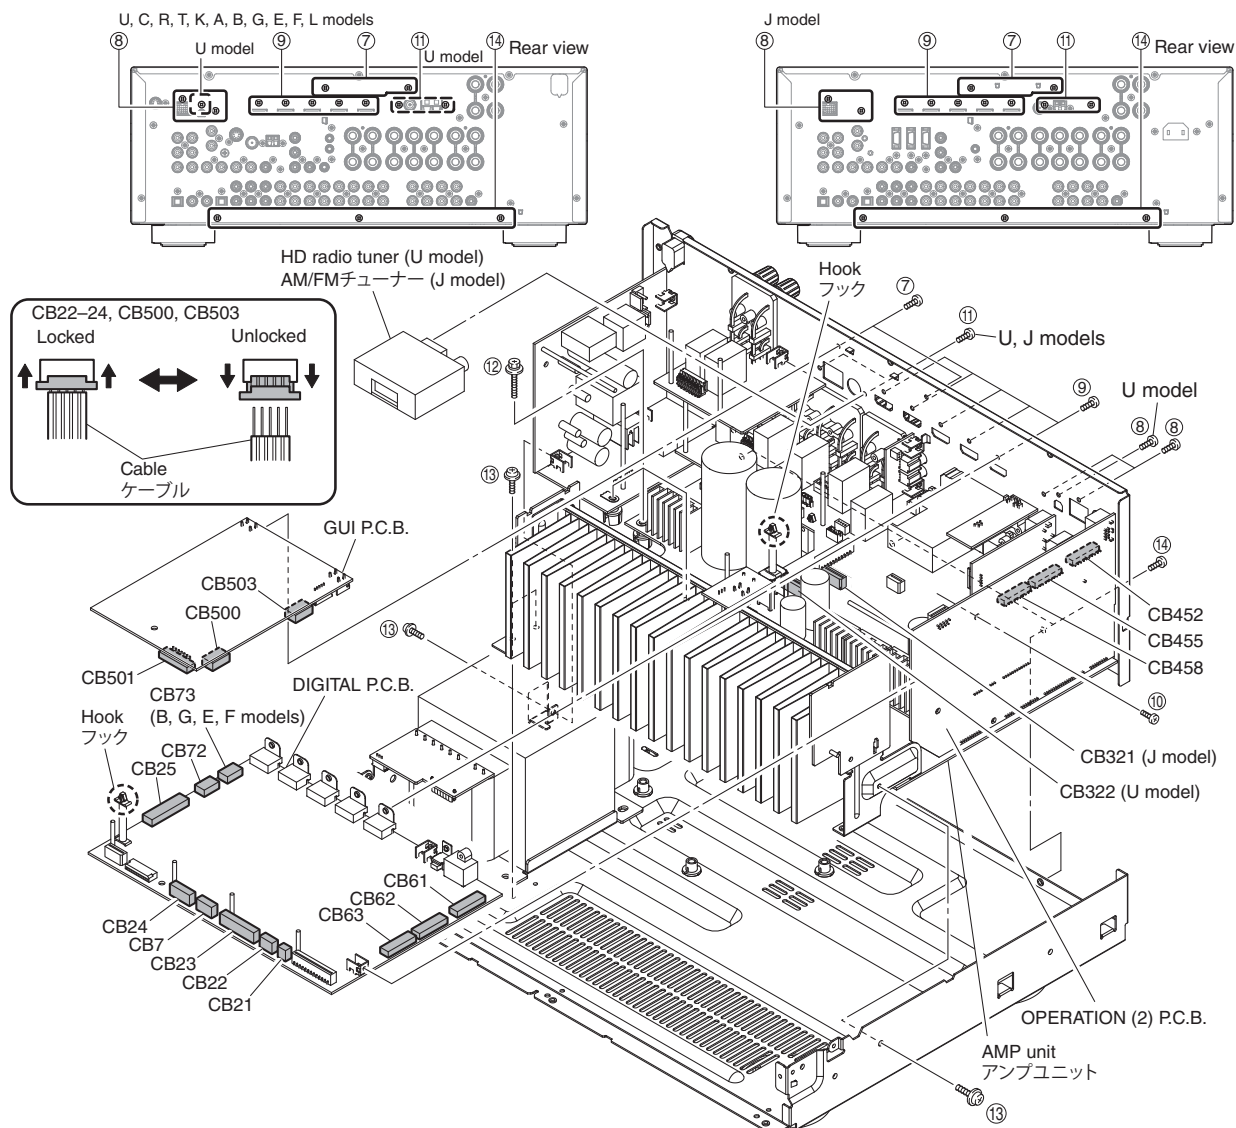

Fig. 2
- Remove 2 screws (⑦). (Fig. 2)
- Remove CB501. (Fig. 2)
- Unlock and remove CB500, CB503. (Fig. 2)
- Release hook, and remove the GUI P.C.B.. (Fig. 2)
- Remove 3 screws (U model) / 2 screws (C, R, T, K, A, B, G, E, F, L models) (⑧) and 5 screws (⑨). (Fig. 2)
- Remove screw (⑩). (Fig. 2)
- Remove 2 screws (U model) (⑪). (Fig. 2)
- Remove CB322 (U model). (Fig. 2)
- Remove the HD radio tuner (U model). (Fig. 2)
- Remove CB7, CB21, CB25, CB72 and CB73 (B, G, E, F models). (Fig. 2)
- Unlock and remove CB22~24. (Fig. 2)
- Release hook. (Fig. 2)
- Remove the DIGITAL P.C.B. which is connected directly to the OPERATION (2) P.C.B. with board-to-board connectors. (Fig. 2)
- Remove 3 screws (⑫) and 4 screws (⑬). (Fig. 2)
- Remove 3 screws (⑭). (Fig. 2)
- Remove the amp unit. (Fig. 2)
- ⑦のネジ2本を外します。(Fig. 2)
- CB501を外します。(Fig. 2)
- ロックを外し、CB500、CB503を外します。(Fig. 2)
- フック1箇所を外し、GUI P.C.B.を取り外します。(Fig. 2)
- ⑧のネジ2本、⑨のネジ5本を外します。(Fig. 2)
- ⑩のネジ1本を外します。(Fig. 2)
- ⑪のネジ2本を外します。(Fig. 2)
- CB321を外します。(Fig. 2)
- AM/FM チューナーを取り外します。(Fig. 2)
- CB7、CB21、CB25、CB72を外します。(Fig. 2)
- ロックを外し、CB22～24を外します。(Fig. 2)
- フック1箇所を外します。(Fig. 2)
- DIGITAL P.C.B.を取り外します。ただし、DIGITAL P.C.B.は OPERATION (2) P.C.B.に基板対基板コネクタで直接接続されています。(Fig. 2)
- ⑫のネジ3本、⑬のネジ4本を外します。(Fig. 2)